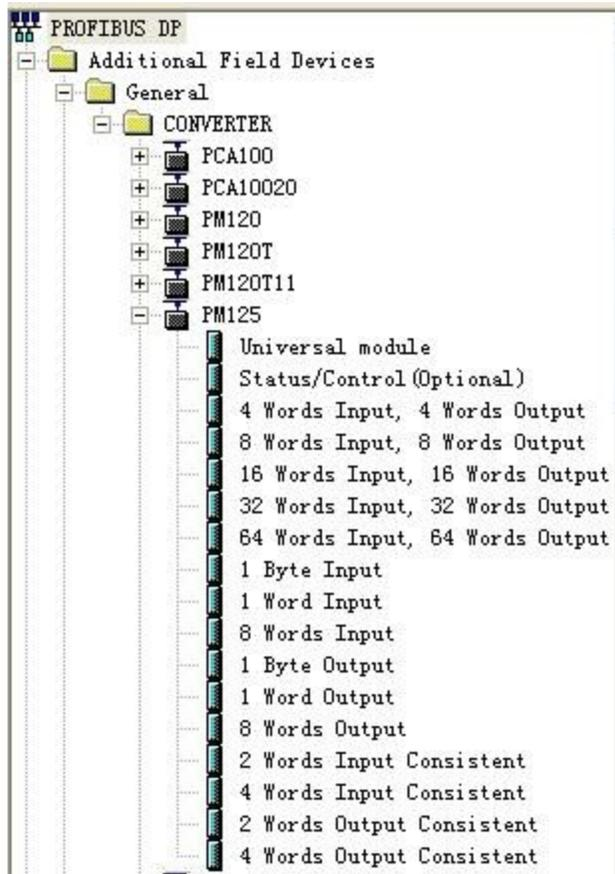

图 6
6. 您可以在这里找到您注册的设备，右侧窗口/Profibus DP/Additional Field Devices/Converter/PM125/, 如图 6 所示